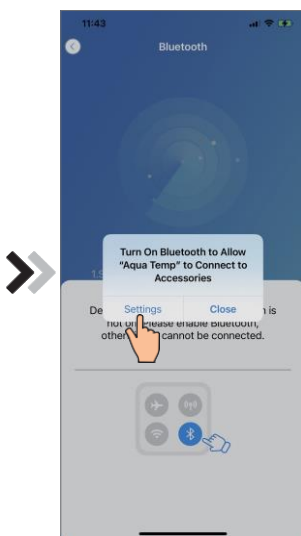
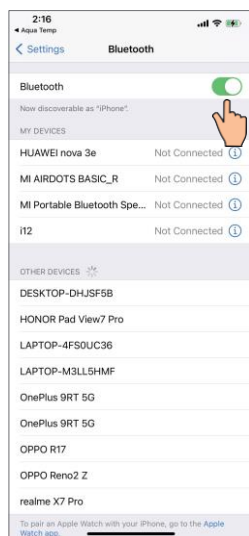

Fig.11 Activați permisiunea bluetooth
Fig.12 Interfața setări bluetooth
- 5 Faceți clic pe "Setări" (Fig.11) pentru a accesa interfața setări bluetooth (Fig.12);